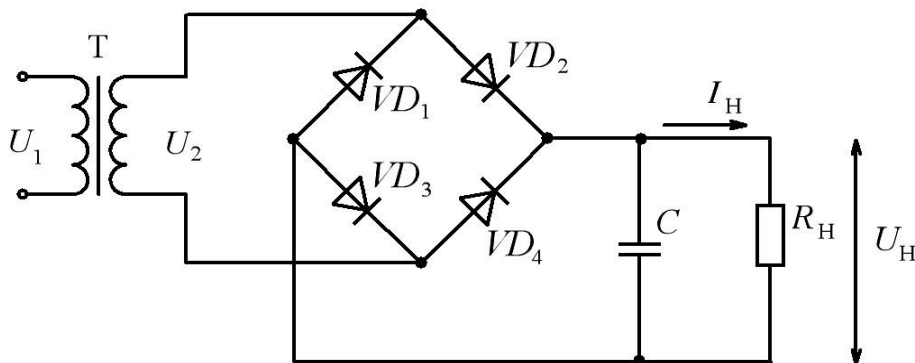

Рис. 6.2
1. В соответствии с вариантом вычерчиваем схему выпрямителя с фильтром (рис. 6.2).